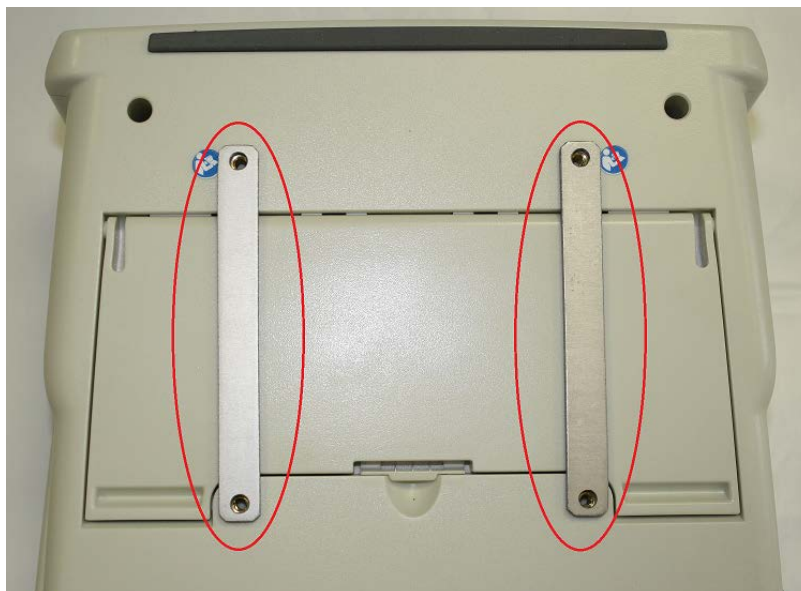

Рисунок 2.6. Размещение крепежных планок на приборе
- б) В соответствии с представленным ниже рисунком установите обе планки на нижнюю панель прибора так, чтобы оба отверстия планки совместились с соответствующими резьбовыми отверстиями на панели прибора (см рис. 2.6.);